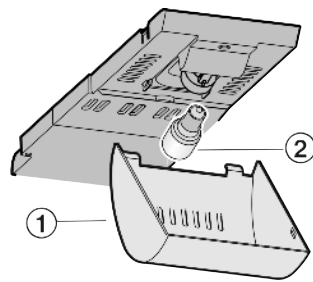

Fig. 12
- ▶ Возьмитесь за крышку Fig. 12 (1) спереди и снимите с крючка сзади.
- ▶ Лампу накаливания Fig. 12 (2) замените.
- ▶ Снова наденьте крышку Fig. 12 (1).